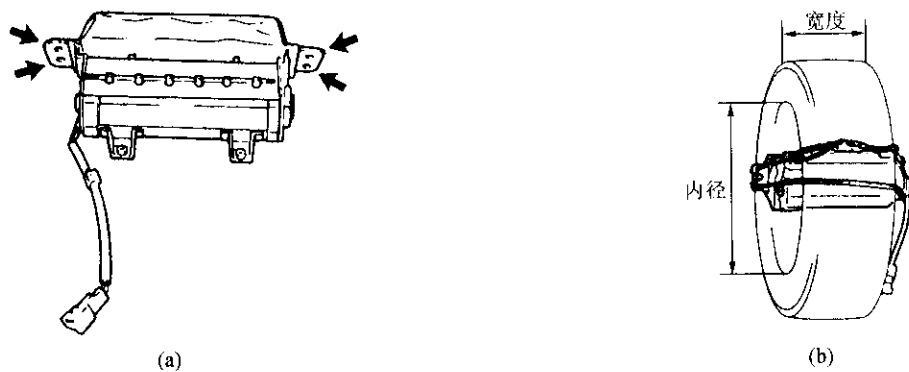

图 7-29 前乘客侧安全气囊组件的固定
①转向盘饰盖的固定。
②前乘客侧安全气囊组件的固定。
a. 在轮胎周围缠上线束，从图 7-29 (a) 中箭头所示的安装孔中穿过线束。
(3) 确认专用工具的功能。
(4) 安装专用工具并盖住转向盘饰盖/前乘客侧气囊组件。